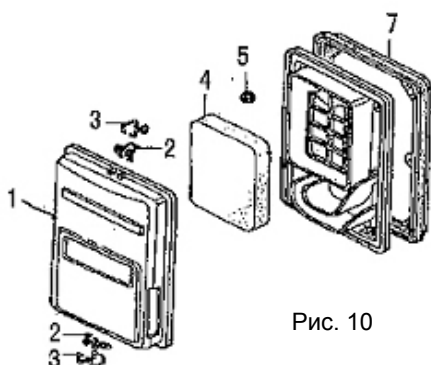

Рис. 10
2. Демонтировать крышку (поз. 1 рис.10). При отделении крышки от корпуса не повредить уплотнение. Снять фильтрующий элемент (поз. 4 рис.10).
4. При обнаружении любых дефектов фильтрующий элемент (поз. 4 рис.10) заменить новым оригинальным.